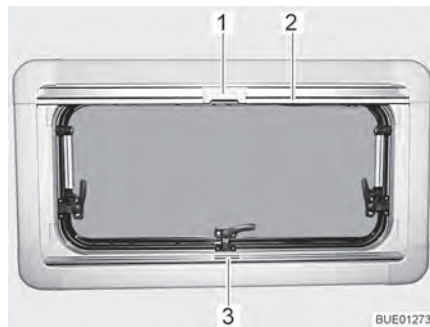
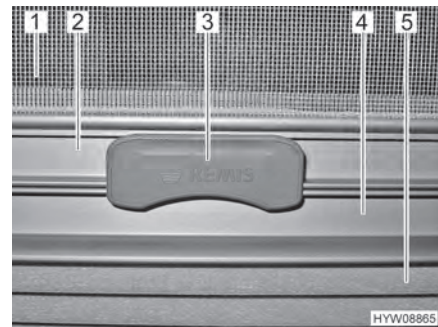

Bild 41 Överkantshängt fönster
Bild 42 Spärr
Plisségardinen (Bild 42,5) finns i den nedre rullgardinskassetten.
- Ta tag i mitten på plisségardinens list (Bild 41,3 och Bild 42,4) och drag den nerifrån och uppåt och släpp den vid önskad höjd. Plisségardinen stannar på denna höjd.
Insektsnät Insektsnätet (Bild 42,1) finns i den övre rullgardinskassetten.
- Drag, med listen (Bild 41,2 och Bild 42,2), ner insektsnätet tills listen stöter mot plisségardinen (Bild 42,4).
- Lås fast insektsnätets spärr (Bild 41,1 och Bild 42,3) på plisségardinens list. När spärren är låst, kan plisségardinen och insektsnätet justeras samtidigt.
- Tryck spärren (Bild 42,3) på insektsnätet uppåt.
- För långsamt tillbaka insektsnätet med listen (Bild 41,2).